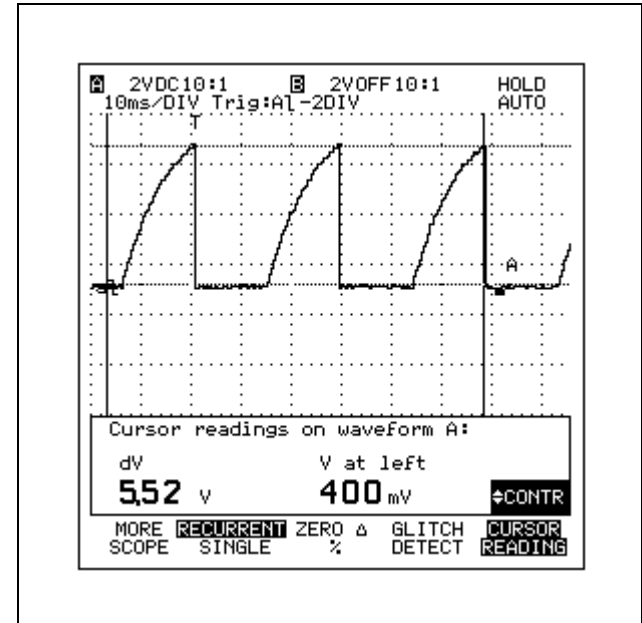

Abbildung 8-18 Spannungsmessung mit den Cursors
16. Betätigen Sie die Tasten  und , um die Cursors so in horizontaler Richtung zu positionieren, wie dies in Abbildung 8-18 dargestellt wird.
Beim Verschieben der Cursor nach links und rechts wird der Schnittpunkt der Cursor mit der Signalform durch eine horizontale punktierte Linie gekennzeichnet. Achten Sie darauf, daß sich der linke Cursor auf dem niedrigsten Punkt der Signalform befindet und der rechte Cursor auf dem höchsten Punkt (siehe Abbildung 8-18).